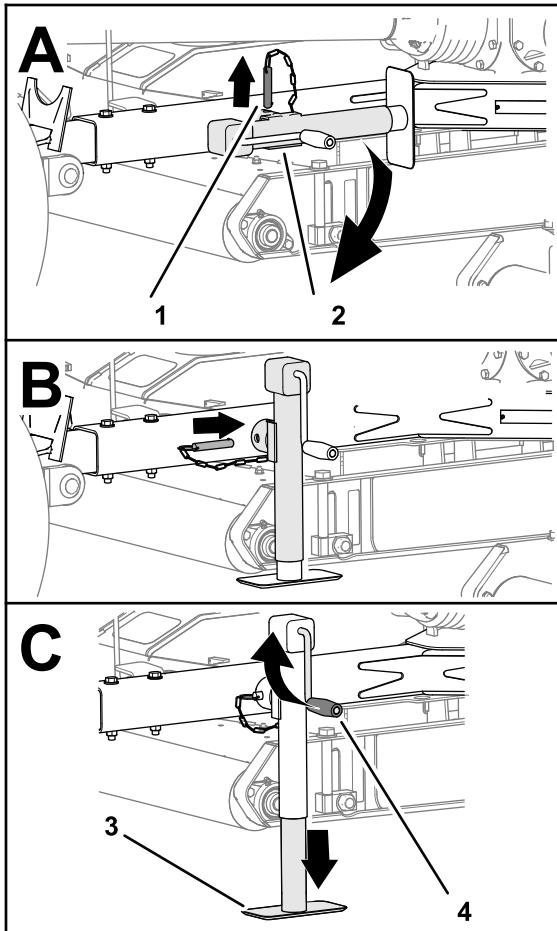

Figura 17
3. Rimuovete il perno e ruotate in verticale il martinetto della barra di traino (Figura 17).
4. Allineate il foro nella barra di traino con il foro nel martinetto (Figura 17).
5. Inserite il perno attraverso i fori nella barra di traino e nel martinetto (Figura 17).
2. Ruotate la stegola del martinetto per sollevare completamente il cuscinetto del martinetto; fate riferimento alla Figura 17 in Supporto del tosaerba con il martinetto \(pagina 14\).